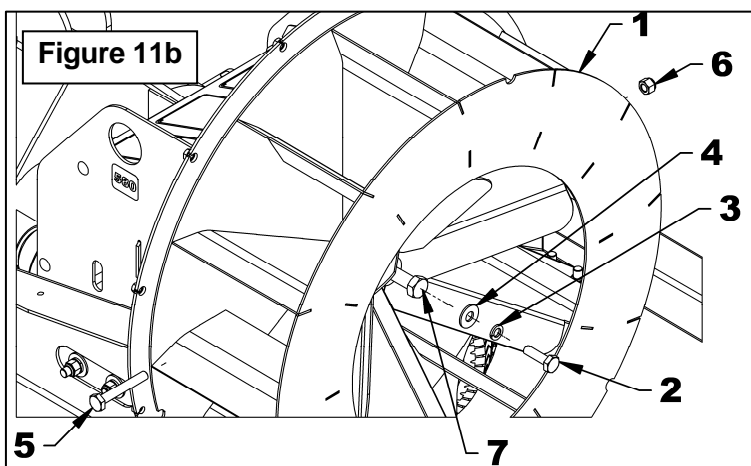

Figure 11b
3. **Figure 11b:** Enlever le boulon hex 1/2"NC x 1", la rondelle de blocage et la rondelle plate (items 2, 3 et 4) sur le devant du ventilateur (item 1).
4. **Figure 11b:** Puis retirer le boulon hex 1/2"NC x 3 1/2" (item 5) et l'écrou à bague de nylon 1/2"NC (item 6).
5. **Figure 11b:** Le ventilateur est muni d'un dispositif d'extraction, il suffit de visser un boulon hex 3/4"NC x +/- 2 1/2" (item 7) qui viendra pousser contre le bout de l'arbre et fera sortir le ventilateur (item 1).
1. **Figure 11b:** Retirer le boulon hex 3/4" x +/-2 1/2" (item 7).
2. **Figure 11b:** Appliquer de la graisse sur l'arbre pour faciliter la réinstallation. Prendre soin d'aligner le trou dans le ventilateur avec le trou dans l'arbre où était installé le boulon hex 1/2"NC x 3 1/2" (item 5). Un léger coup sur le ventilateur sera suffisant pour l'insérer sur l'arbre.
3. **Figure 11b:** Fixer avec le boulon hex 1/2"NC x 1", la rondelle de blocage et la rondelle plate (items 2, 3 et 4) sur le devant du ventilateur.
4. **Figure 11b:** Fixer ensuite le ventilateur avec le boulon hex 1/2"NC x 3 1/2" (item 5) et l'écrou à bague de nylon 1/2"NC (item 6).